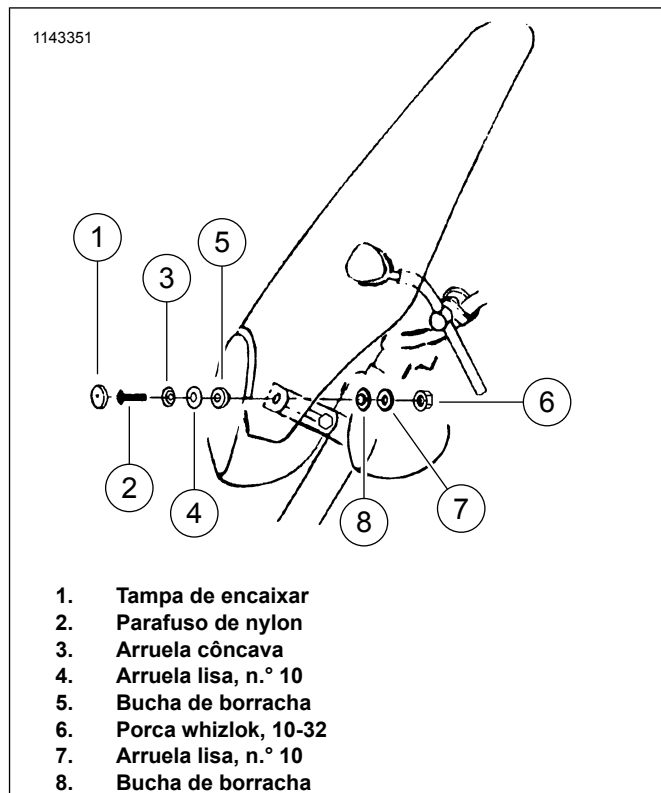

Figura 4. Monte o para-brisa
- Veja a figura 4. Deslize o pino vertical para dentro do olhal do parafuso olhal e aperte as porcas nos parafusos olhais até que estejam bem ajustadas.
- Monte os suportes inferiores na seguinte ordem (da frente para trás): parafuso de nylon (2), arruela côncava (3), arruela lisa (4), bucha de borracha (5), para-brisa, bucha de borracha (8), arruela lisa (7), suporte em L, porca whizlok (6).
- Instale as tampas de encaixar (1) nos parafusos de nylon (2).